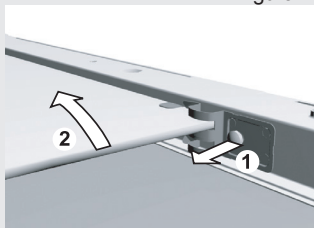

Figura 2
- Para tirar o vidro interior (apenas em alguns modelos), tirar os parafusos que se encontram no suporte do vidro e levanta-o (figura 2). Tirar os suportes antes de limpar o vidro.